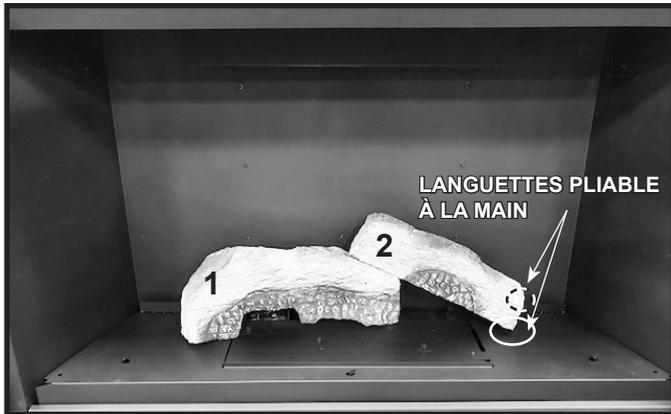

Figure 5. Installation de la bûche n° 2
3. **BÛCHE N° 2** : Localisez et installez la bûche n°2 en positionnant l'extrémité droite de la bûche contre les deux languettes pliable arrière droite. Le coin arrière droit de la bûche sera placé entre ces languettes. Le côté gauche de la bûche reposera sur la bûche n°1. Lorsqu'elle est correctement installée, la face avant de la bûche n° 2 doit être au même niveau que la face avant de la bûche n° 1. Voir la figure 5.